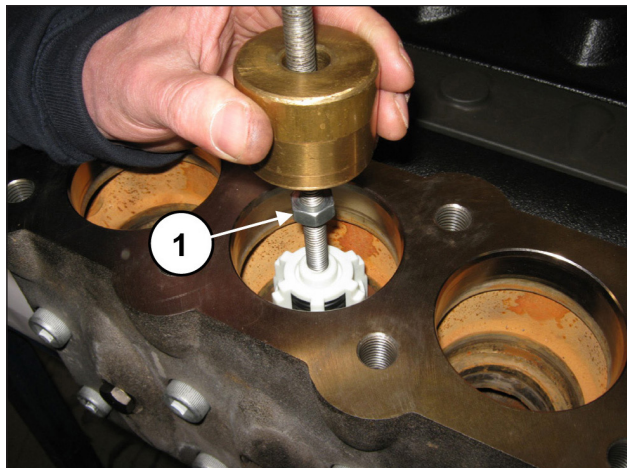

Рис. 104
Извлеките блок нагнетательного клапана с помощью съемника с ударной массой (арт. 27516400), вставив его в отверстие М10 направляющей клапана (поз. ①, Рис. 104), или, в дополнение, переходника М10-М16 (арт. 25089700), установив его на резьбу М16 направляющей клапана.